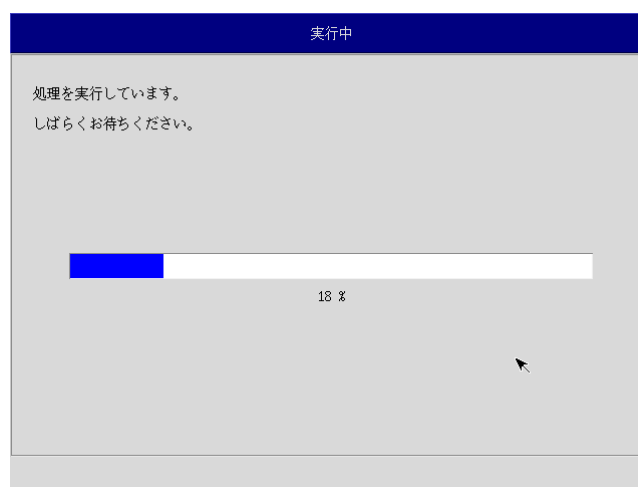

図 5-3-3. 実行中画面
- ⑦ 処理が始まります（図 5-3-3）。実行中は DVD ドライブを外したり、電源を落としたりしないでください。